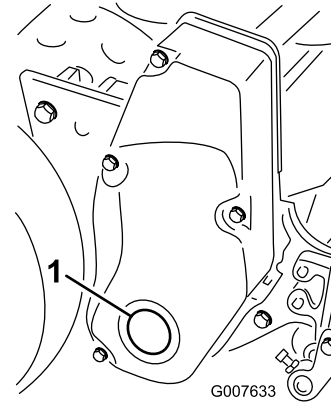

Bild 63
1. Nehmen Sie die Schraube in der rechten Spindeltriebsabdeckung ab (Bild 63).